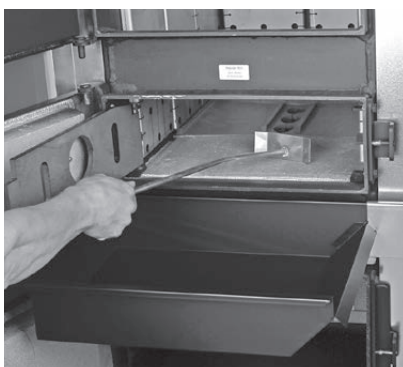
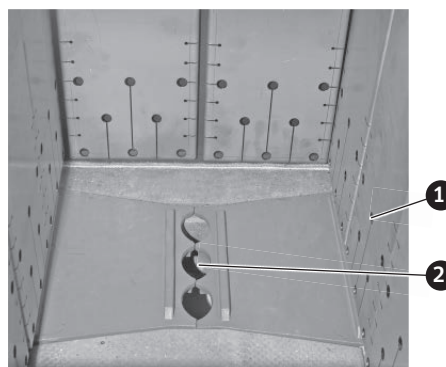

Fig. 42 Aschelade einhängen, Asche entfernen
Fig. 43 Füllraum, Löcher in Einhängbleche, Durchbrandöffnung
- ▶ **Aschelade** auf Höhe der Anzündtür (mittlere Tür) in die Verkleidung **einhängen** – Fig. 42.
- ▶ Anzündtür und Stehrost öffnen und die **Restasche** im Füllraum **gleichmäßig verteilen** (Fig. 42). **Die Löcher** in den seitlichen Einhängblechen **und die Durchbrandöffnung** (Fig. 43) kontrollieren, ob diese **frei sind**.